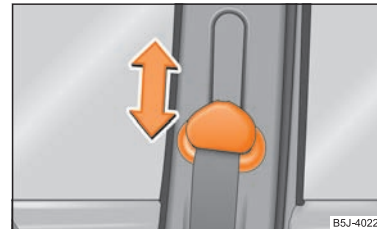

Abb. 113 Vordersitz: Gurthöheneinstellung
- Zum Einstellen drücken Sie auf den Umlenkbeschlag und verschieben ihn nach oben bzw. unten ⇒ Abb. 113.